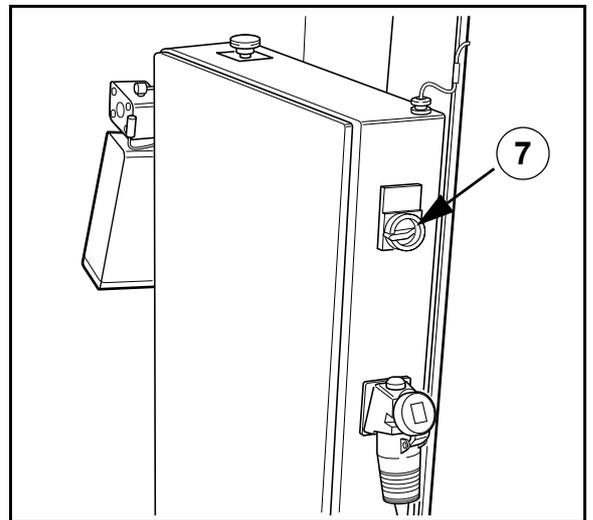

Fig. 23 Portare l'interruttore principale su ON
- 7 Portare l'interruttore principale in posizione ON. Fig. 23.